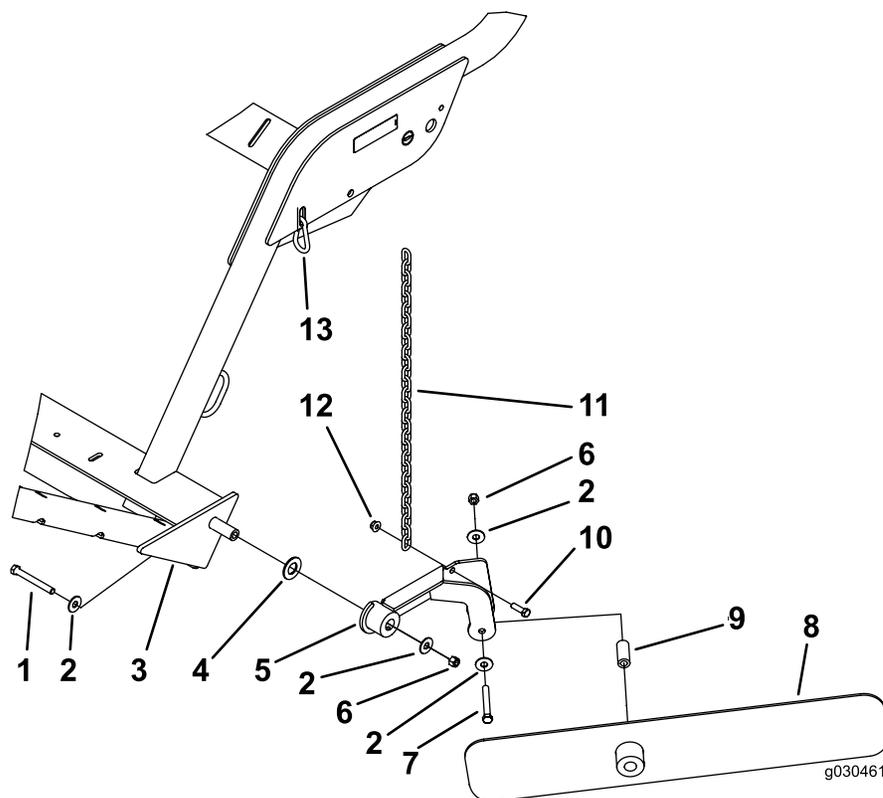

図 15
注 各コンポーネントは 図 15 のように組み付ける。
- 畝寄せブレードを、取り付けアセンブリに取り付けるボルト7/16 x 3-1/4 インチ、平ワッシャ2枚、スペーサ、ロックナット7/16 インチを使用する。各部材は 図 15 のように組み付ける。
3. ブレード取り付けアセンブリにチェーンを固定するボルト3/8 x 1-1/4インチとフランジナット3/8インチを使用する 図 15。
4. スナップリンクを使って、チェーンのもう一方の端をフレームのスロットに固定する 図 15。